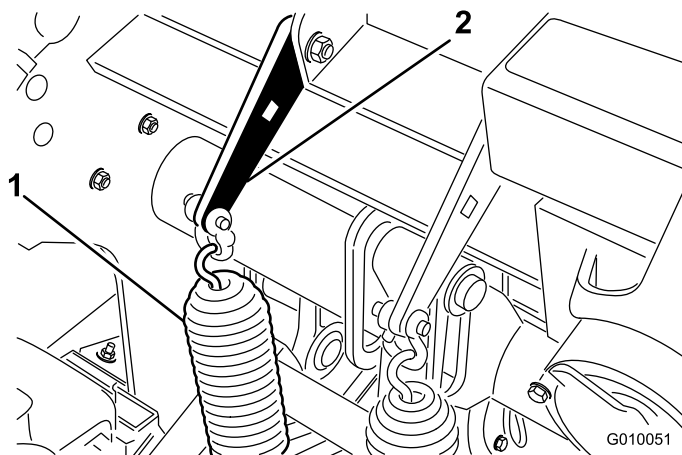

Figure 37
1. Desserrez les écrous des boulons qui fixent les supports des ressorts à la tête d'aération (Figure 37). Laissez-les en place.